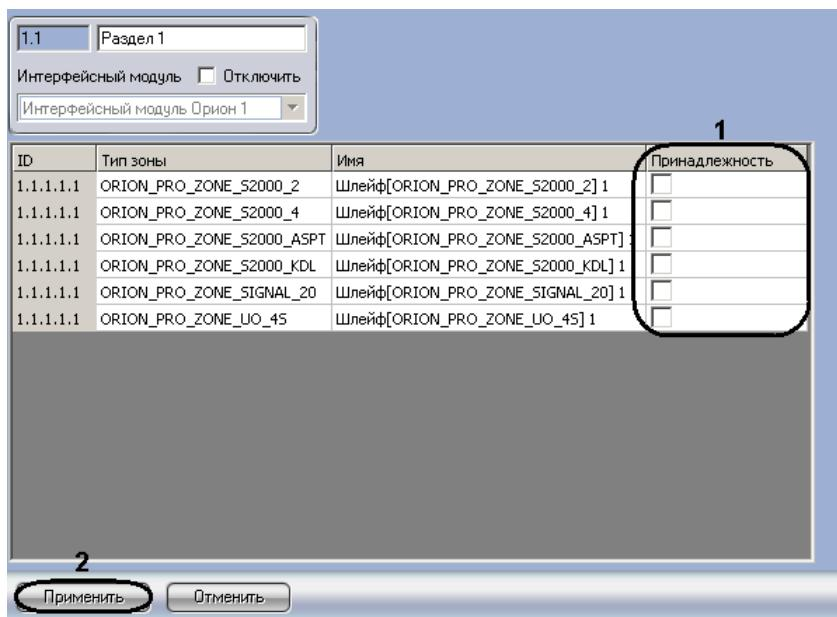

Рис. 3.3—13 Панель настроек объекта Раздел
- В столбце таблицы **Принадлежность** установить флагки напротив тех шлейфов, которые необходимо включить в данную охранную зону (см. Рис. 3.3—13, 1).
- Нажать кнопку **Применить** для сохранения изменений (см. Рис. 3.3—13, 2).